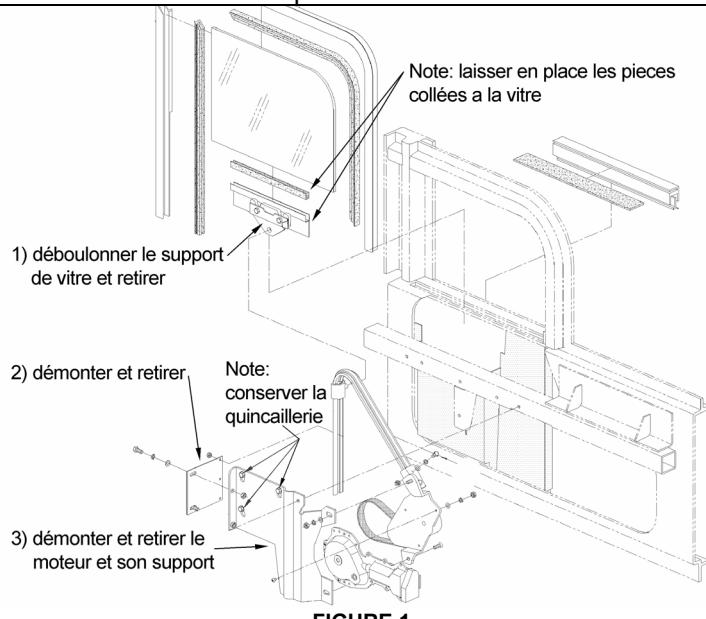

FIGURE 1
6. Retirer le mécanisme actuel de la vitre électrique. Suivre les étapes de la figure 1.